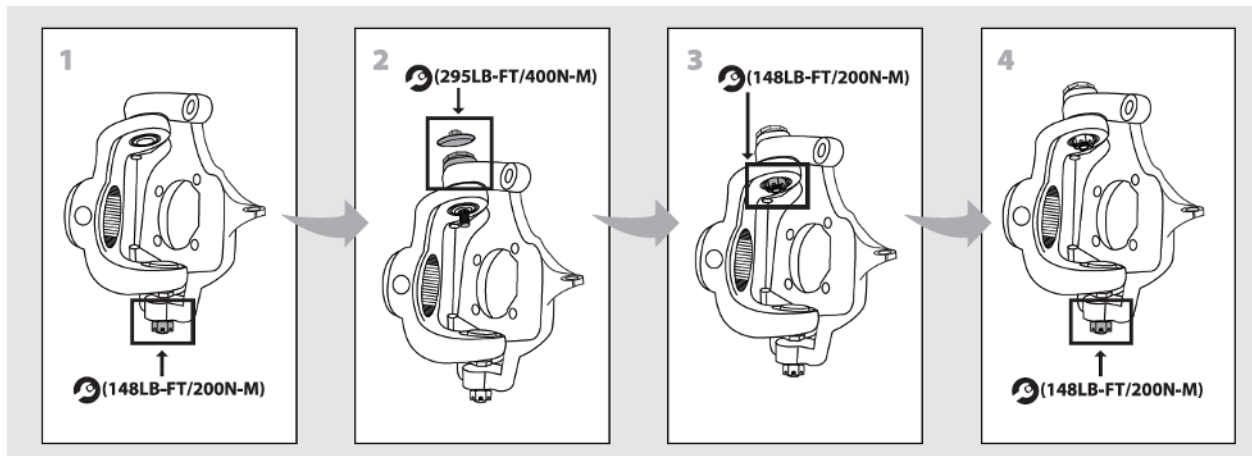

Figura 3
- Siga la secuencia de apriete como se ilustra a continuación en la **Figura 3.** Se recomienda realizar esta secuencia con el muñón de dirección en la posición recta hacia adelante. Esto asegura que el muñón de dirección quede alineado con el conjunto del eje.